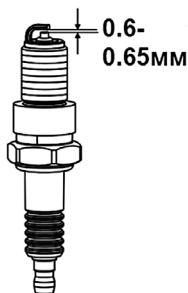

Рис. 17 Свеча зажигания
4. Измерьте зазор между электродами свечи зажигания специальным щупом. Зазор должен быть 0,6-0,65 мм (Рис.17). При увеличении или уменьшении требуемого зазора рекомендуется заменить свечу, так как регулировка зазора может привести к изменению качества искрообразования.